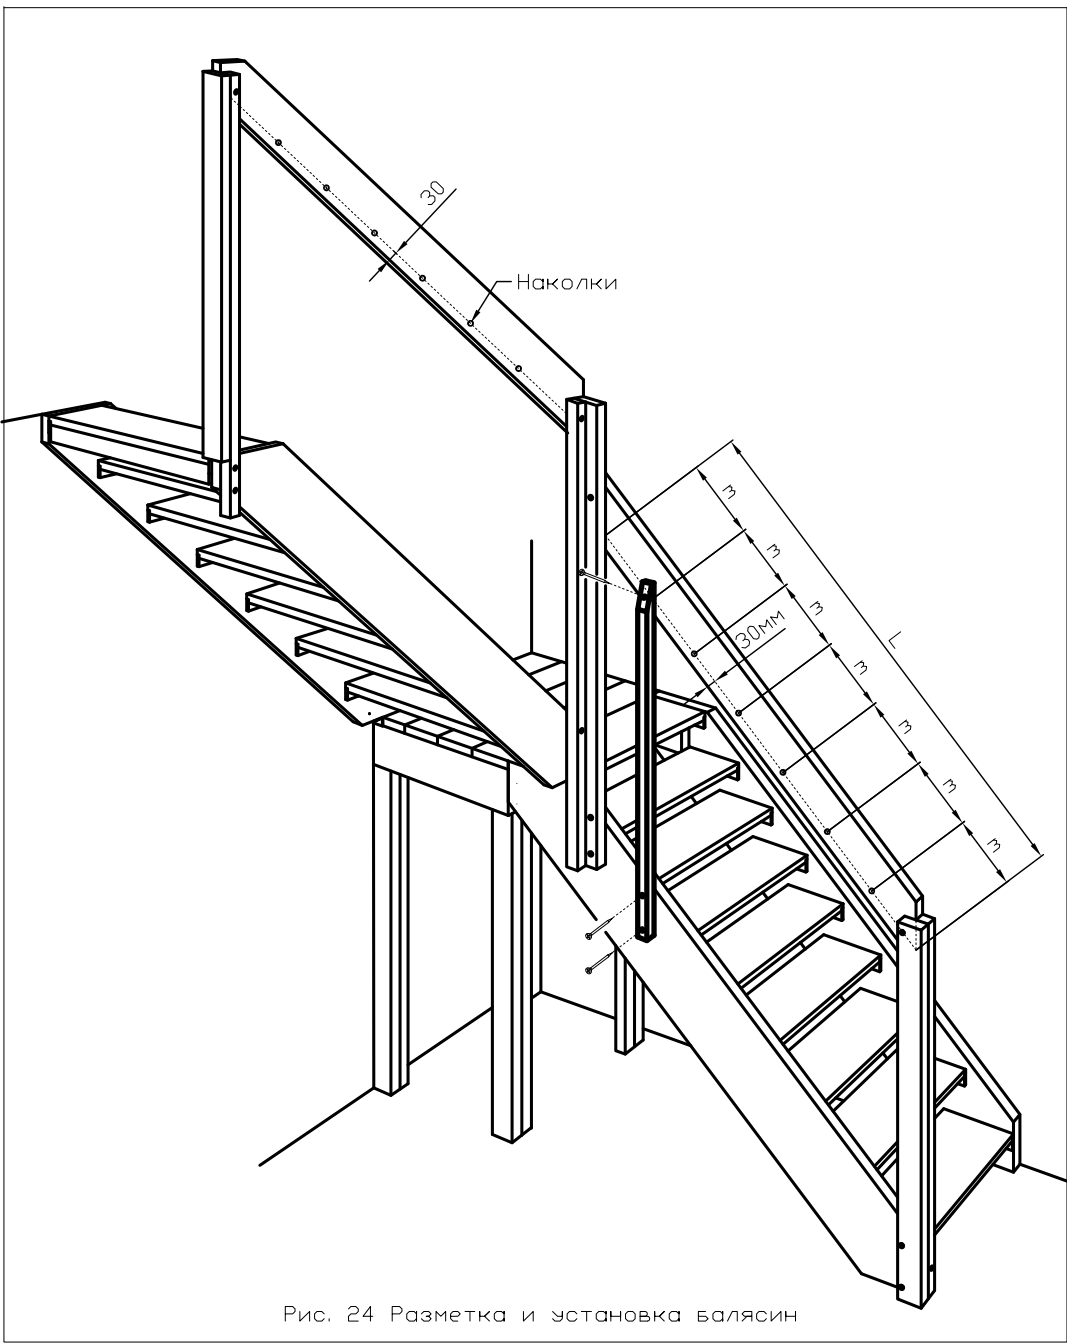

Рис. 24 Разметка и установка балясин
- 2.10.5 Балясины крепятся одним саморезом к поручню и двумя к тетиве. Измерьте расстояние между столбами по поручню. На рисунке 24 это размер «L». Разделите его на равные отрезки, длина которых приблизительно 180-200мм, на рисунке это размер «m». Сделайте накладки на расстоянии 30мм от низа поручня с шагом «m». Балясина сначала крепится к поручню, затем выставляется вертикально по уровню и крепится к тетиве. См. Рис. 24. Каждый поручень будет иметь свой размер «m».